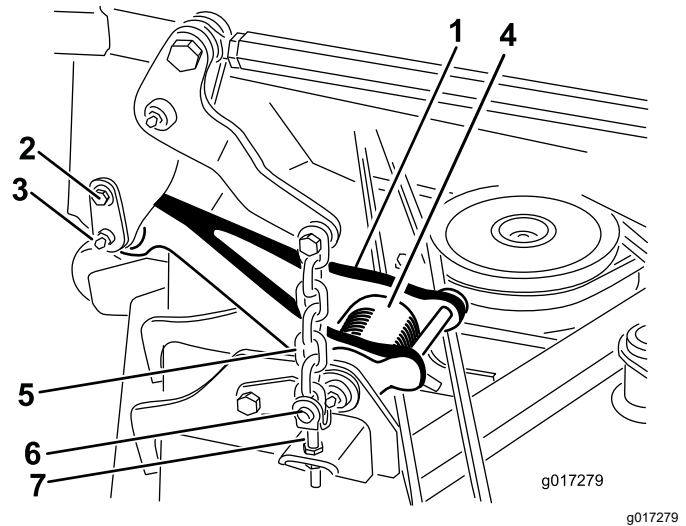

Figura 4
Nota: Quando a unidade de corte está na posição elevada, a tensão da mola de torção da articulação (Figura 4) é reduzida, tornando muito mais fácil desligar as articulações da máquina.
2. Desligue a articulação de cada lado da máquina (Figura 4).
- A. Retire o parafuso do ombro que prende o pino de retenção à estrutura da carroçaria (Figura 4).
- B. Deslize cuidadosamente o pino de retenção da estrutura da carroçaria e articulação (Figura 4).
6. Retire os 4 ganchos de anel e passadores de forquilha que prendem as correntes de elevação aos passadores de ajuste no cortador (Figura 4).
2. Instale os 4 passadores de forquilha e ganchos de anel para prender as correntes de elevação da unidade de corte aos passadores de ajuste no cortador (Figura 4).
5. Alinhe a articulação à estrutura e ligue a articulação com o pino de retenção (Figura 4). Prenda o pino de retenção na estrutura com o parafuso de ombro (Figura 4).